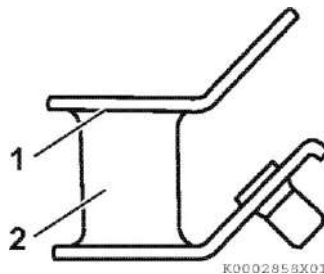

Рисунок 55
1. Проверьте на целостность соединений в местах, где установлены резиновые демпферы (рисунок 55, (1)).
2. Проверьте резиновый гаситель вибраций (рисунок 55, (2)) на наличие трещин и деформации. Замените резиновый гаситель вибраций, если у него есть трещины или деформация.